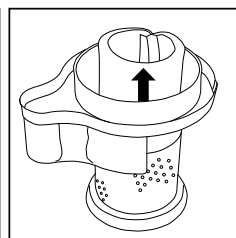

Fig. 6
4. Retirez le pré-filtre noir de l'intérieur du porte-filtre cyclonique (Fig. 6).